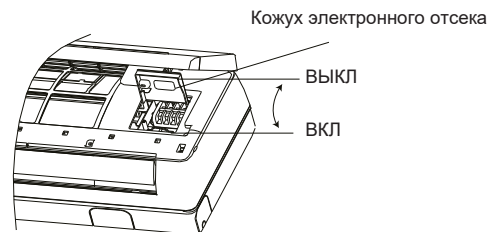

Рис.13
- Ослабьте винт на крышке электронного отсека. (Рис. 13)